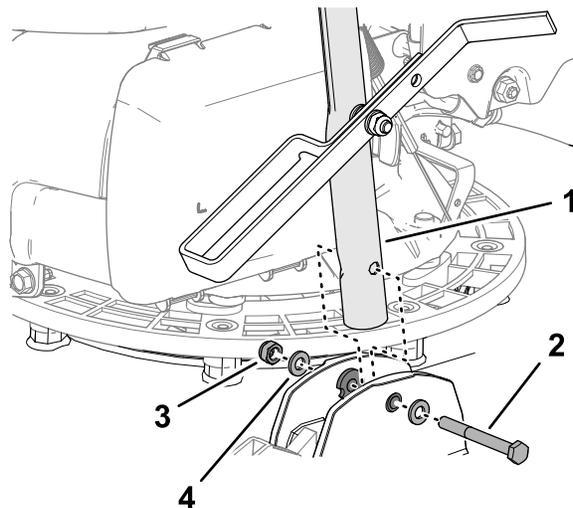

Figure 7
- Alignez le trou dans le guidon sur les trous des douilles (Figure 7) et fixez le guidon sur la machine à l'aide d'un boulon (6 x 55 mm), 2 rondelles (6 mm) et un contre-écrou (6 mm).